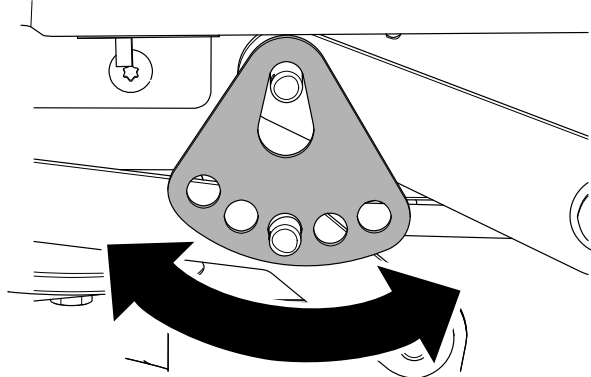

Figura 71
7. Rotii placa pentru înălțimea de tăiere în alt orificiu, astfel încât să suporte greutatea punii mainii de tuns iarbă după ce montai placa (Figura 71).
8. Montai aiba și tiftul în formă de agrafă (Figura 71).